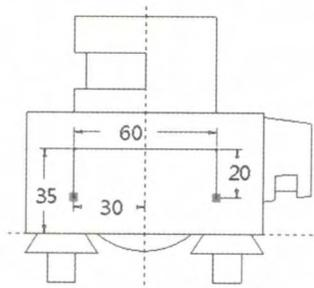

图 3-22 绘制一个截面
- (1) 单击  按钮，在【菜单管理器】中依次选取“可变”和“完成”选项，选取零件前方的侧面作为草绘平面，单击“确定”按钮；选取“顶部”选项，选取 TOP 基准平面作为参考平面。
- (2) 绘制一个截面（该截面是开放的），如图 3-22 所示。